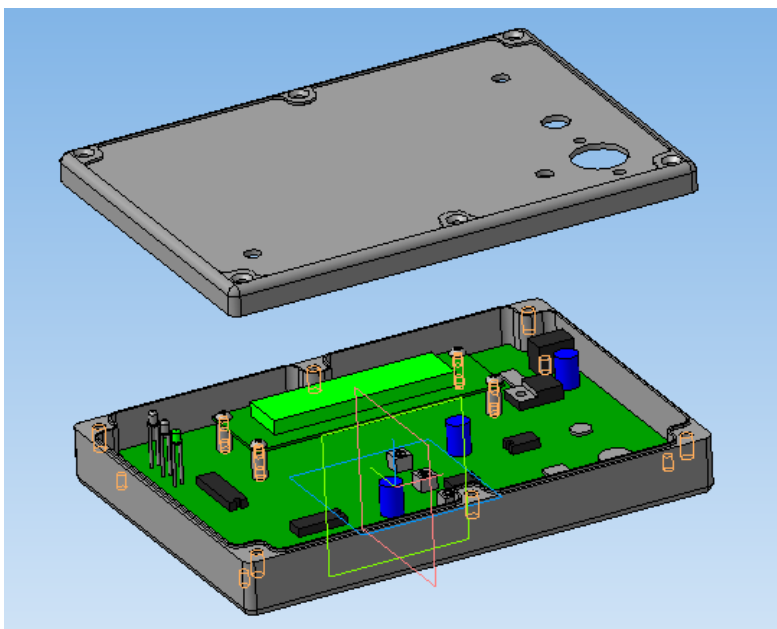

Рис. 4.5. Привязка крышки
6. Добавить в сборку крышку и привязать к корпусу (рис. 4.5).